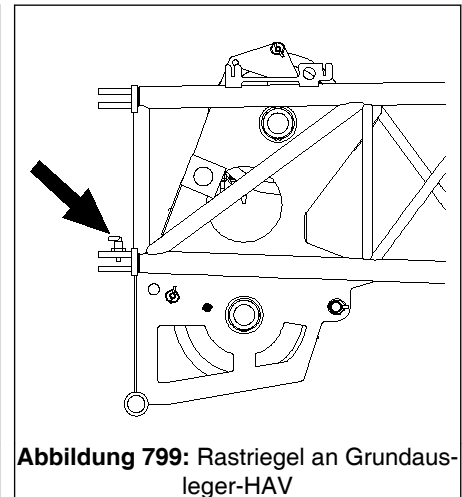

Abbildung 799: Rastriegel an Grundausleger-HAV
4. Kastenspitze (2) um die beiden Bolzen (1, rechte Seite) klappen, bis der Rastriegel (siehe Pfeil in → Abb. 799, Seite 852) vorne am Grundausleger-HAV einrastet.